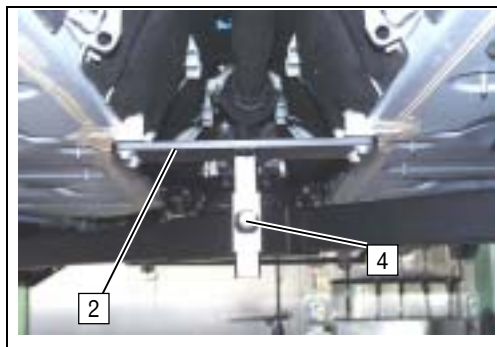

Abb. 4:
- Halteplatte 2 mit 4-Schrauben (M8x30 DIN 933 ) befestigen (Abb. 4). Verwenden Sie dabei nicht zu lange Schrauben!
- Feststellschraube 4 an der Höheneinstellung der Halteplatte festziehen (Abb. 4).